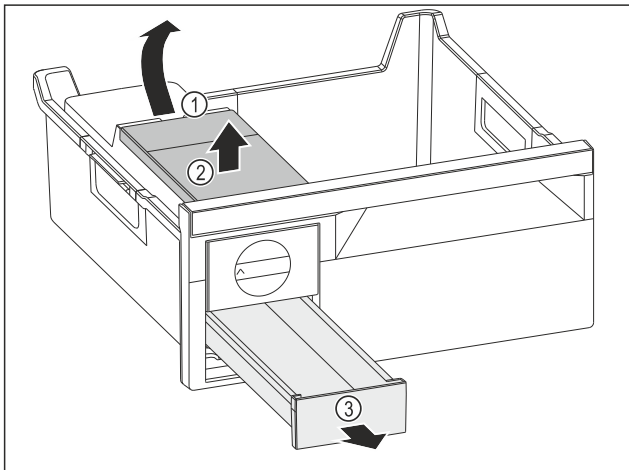

Fig. 73
- ▶ Scoaterea rezervorului de apă: Ridicați rezervorul de apă de la degajare Fig. 73 (1).
- ▶ Scoateți rezervorul de apă Fig. 73 (2) în sus.
- ▶ Scoateți sertarul pentru cuburi de gheață Fig. 73 (3) spre înainte.